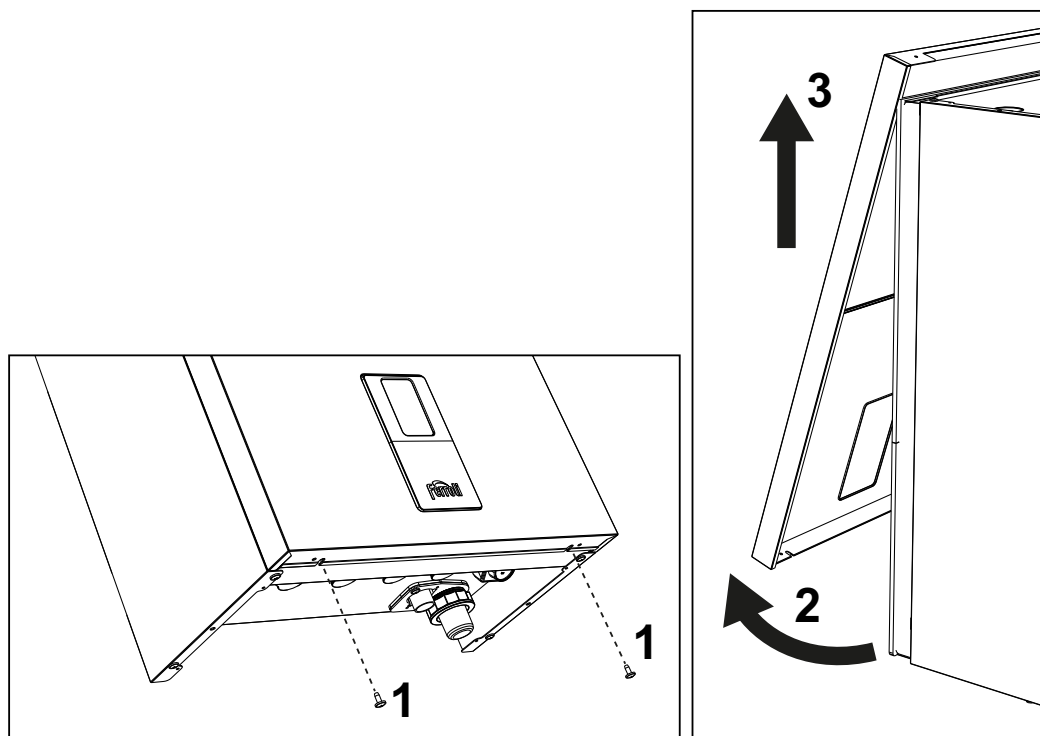

рис. 40- Открытие передней панели
1. Открутите винты "1" (см. рис. 40).